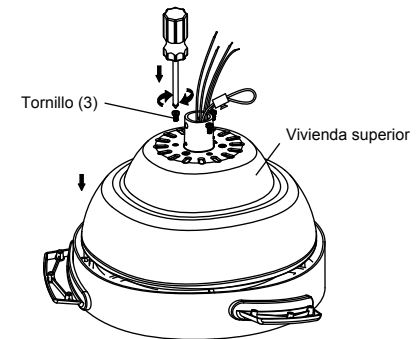

Fig. 6
**Paso 2.** Alimentar cuidadosamente los cables del ventilador a través del orificio central de la carcasa superior, colocar la carcasa superior sobre el cuerpo del motor y alinear los agujeros. Inserte tres (3) tornillos del paquete de herrajes en los orificios y apriételos firmemente. (Fig.6)